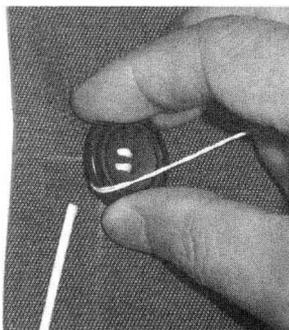

图 1-35
(3) 将棒子抽去，绕钮柄，一般缠绕6~8圈，高度约为0.3cm，如图1-35、1-36所示；